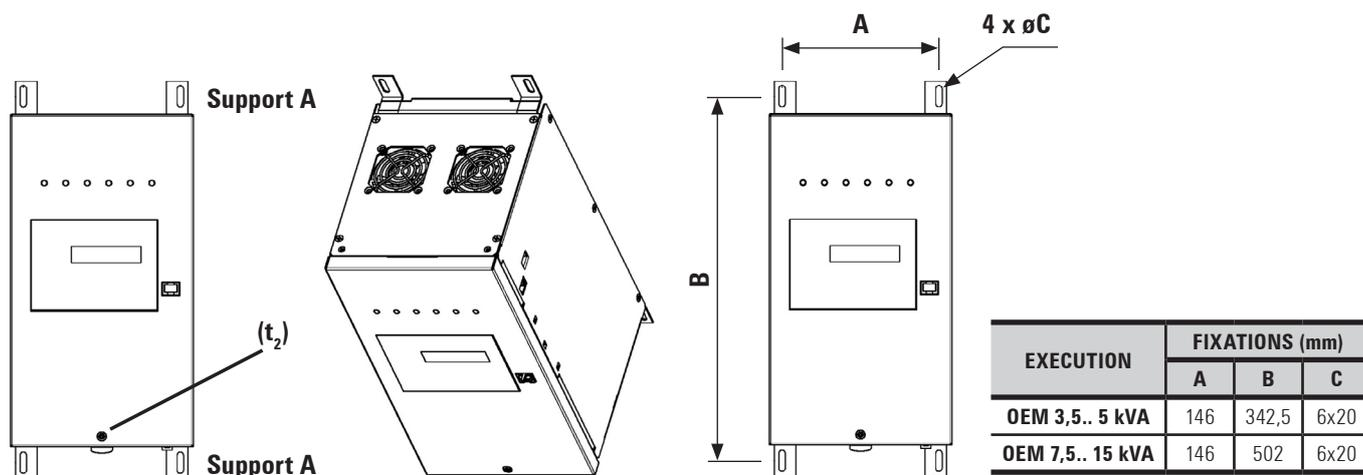

Fig. 14. Plan fixation module exécution (OEM).
- Le module ou les modules (**OEM**) de l'**ILUEST+** devront être fixés en position verticale au moyen des supports fournis directement au mur, à l'intérieur d'une enveloppe métallique ou en plastique technique comme par exemple du polyester. Il est nécessaire de réaliser cette opération mécanique avant de poursuivre l'installation (Cf. figures 14 et 15) car l'appareil est conçu techniquement pour travailler dans cette position pour une meilleure ventilation et par conséquent pour obtenir un meilleur rendement de l'appareil.
Indépendamment de l'endroit où ils seront installés, pour toutes les exécutions **il est obligatoire de fixer fermement l'appareil au mur intérieur du conteneur ou au sol avec des éléments garantissant une solidité totale et permanente** au moyen des supports et orifices situés à la base. Cf. figures 14 à 16.